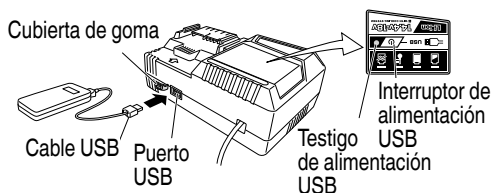

Fig. 13
(2) Encienda el enchufe de alimentación USB (Fig. 13)
(3) Conecte el cable USB. (Fig. 13)
- Apague el interruptor de alimentación USB y desenchufe el cable de alimentación de la toma de alimentación eléctrica. (Fig. 13)